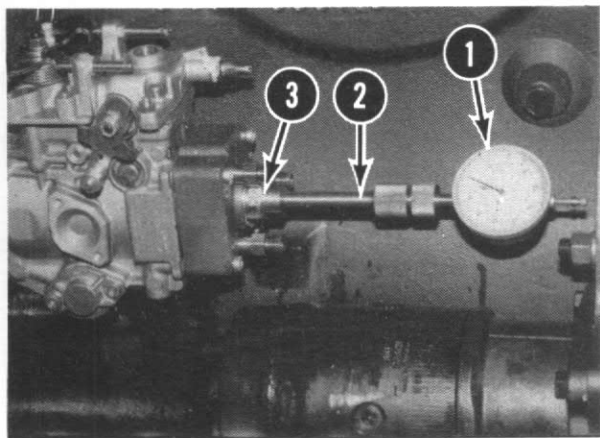
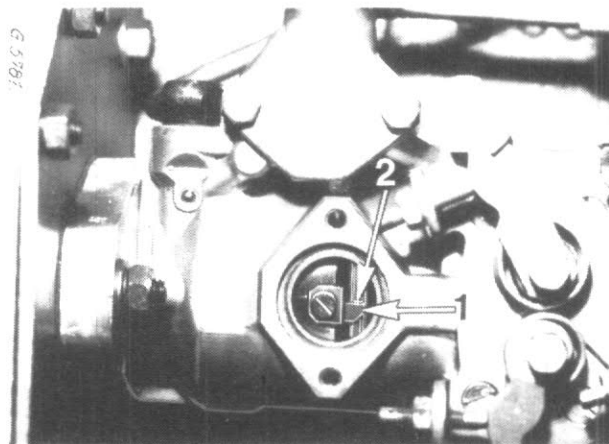
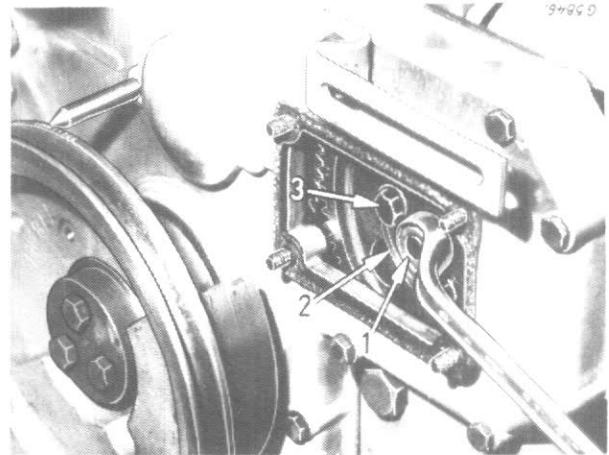

Figure 193a.
Figure 193b
Figure 196
NOTE: La méthode au comparateur A) peut s'utiliser avec toutes les pompes d'injection, tandis que la méthode B) ne s'utilise que pour les pompes à fenêtre de contrôle. Voir fig. 193b.
3. Enlevez le bouchon central du distributeur, et installez le comparateur avec l'extension (2). Fig. 193a. Posez le style du comparateur sur la face du plongeur du distributeur et préchargez d'environ 3mm.
2. Démontez le flasque inférieur de la pompe, Fig 193b.
6. Le calage statique étant correct, les deux indicateurs (Fig. 193b et 194) doivent coïncider avec leurs repères respectifs.
Retirez l'écrou (1) fig. 196 et les vis (3) du moyeu.
1. Démontez les flasques de la pompe d'injection (Fig. 193b) ou bien installez le comparateur (Fig. 193a). Démontez le flasque du couvercle avant (Fig. 196).